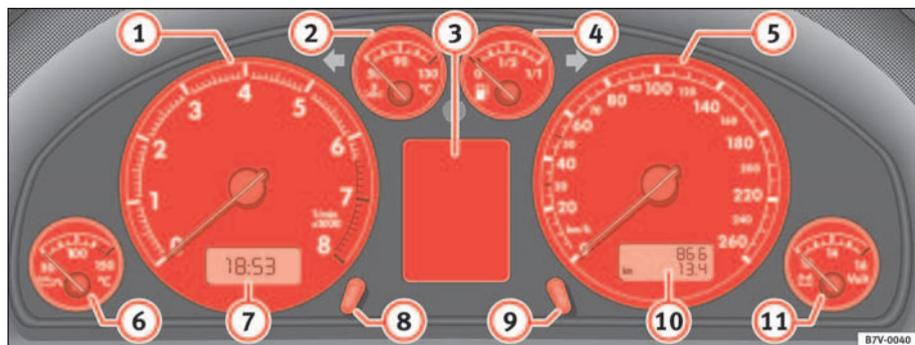

Abb. 44 Ausschnitt aus der Instrumententafel: Kombiinstrument
Steht zum Beispiel der Zeiger genau über der 2, so entspricht das einer Drehzahl von 2000/min ⇒ Seite 64, Abb. 44 ①.
- Drehen Sie den Stellknopf  $\Rightarrow$  Seite 64, Abb. 44 ⑧ entgegen dem Uhrzeigersinn kurz, um jeweils eine Stunde vorzustellen, oder
Das obere Zählwerk im Kilometerzähler  $\Rightarrow$  Seite 64, Abb. 44 ⑩ registriert die gesamte zurückgelegte Fahrstrecke.
Das untere Zählwerk registriert die Kurzstrecken. Die letzte Stelle steht für Strecken von 100 m. Der Kurzstreckenzähler kann durch Drücken des Rückstellknopfs  $\Rightarrow$  Seite 64, Abb. 44 ⑨ auf Null gestellt werden. ■
Das Voltmeter ⇒ Seite 64, Abb. 44 ⑪ zeigt die Spannung im elektrischen Bordnetz an. Der Normalwert beträgt zwischen 12 und 15 Volt. Sinkt die Anzeige bei laufendem Motor auf unter 12 Volt ab, ist die Stromversorgung (Batterie und Generator) bei einem Fachbetrieb prüfen zu lassen.
Die Anzeige des Serviceereignisses erfolgt entweder über das Display des Kilometerzählers ⇒ Seite 64, Abb. 44 ⑩ bzw. im Display 7) im Kombi-Instrument ⇒ Seite 64, Abb. 44 ③.